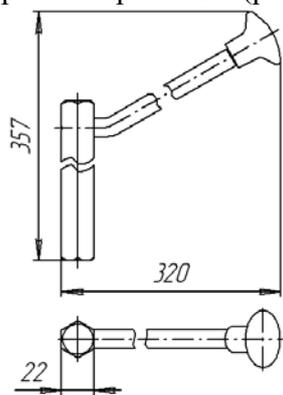

Рисунок 15 – Рычаг шестигранный.
3. 15 Выключатели нагрузки с индексом «Пр» (рисунки 16 - 20) управляются шестигранным рычагом (рисунок 15), который может быть поставлен при отдельном заказе.